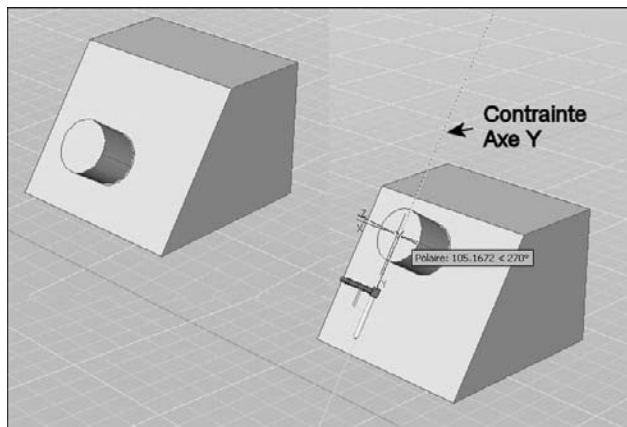

Fig.20.30
- 7 Cliquez ou entrez une valeur pour spécifier la distance du déplacement (fig.20.30).